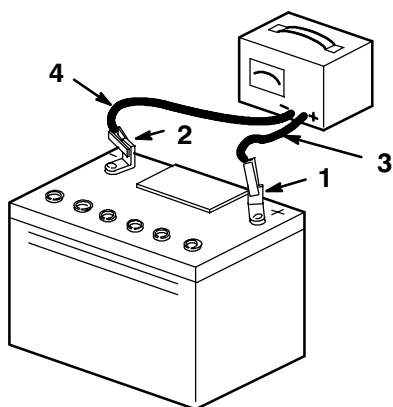

Bild 5
- Laden Sie die Batterie 10 bis 15 Minuten lang mit 25 bis 30 A oder 30 Minuten lang mit 4–6 A auf (Bild 5). Überladen Sie die Batterie nicht.
- Ziehen Sie, wenn die Batterie voll geladen ist, den Stecker des Ladegeräts aus der Dose. Klemmen Sie dann die Klemmen des Ladegeräts von den Batteriepolen ab (Bild 5).